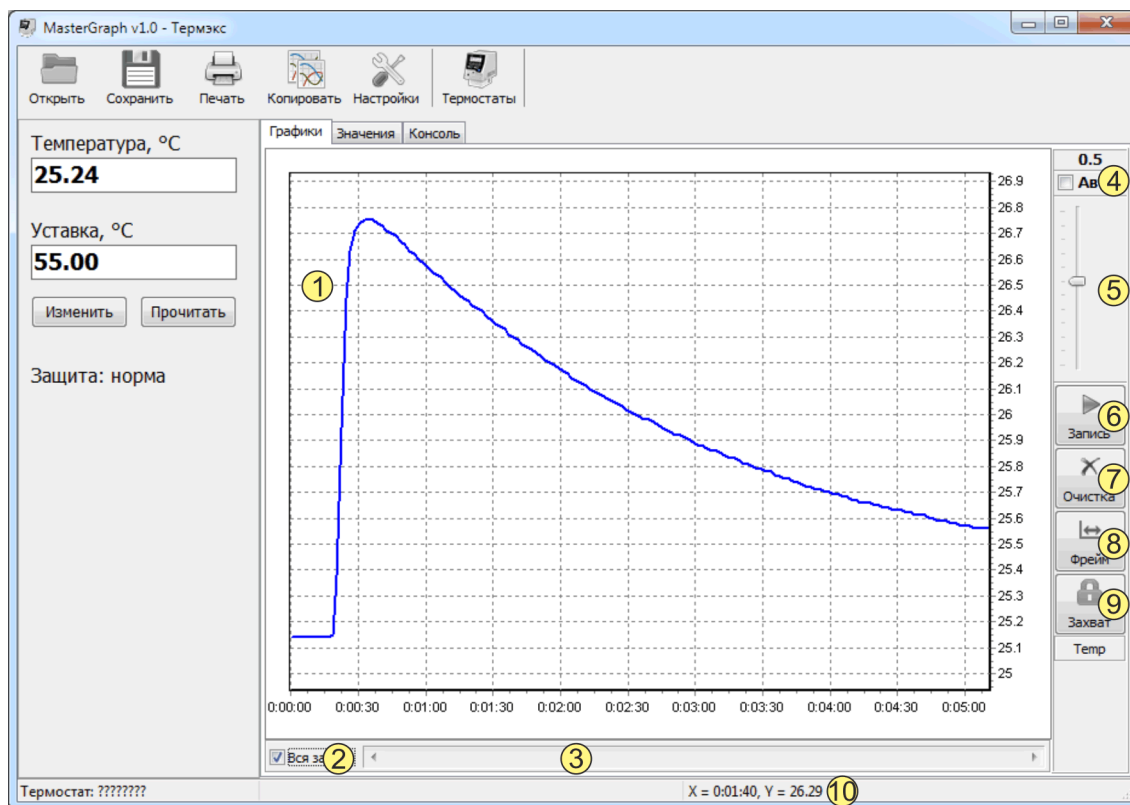

Рисунок 2 — Графики
- выключить запись данных, если она осуществляется, нажав кнопку  рисунок 2;